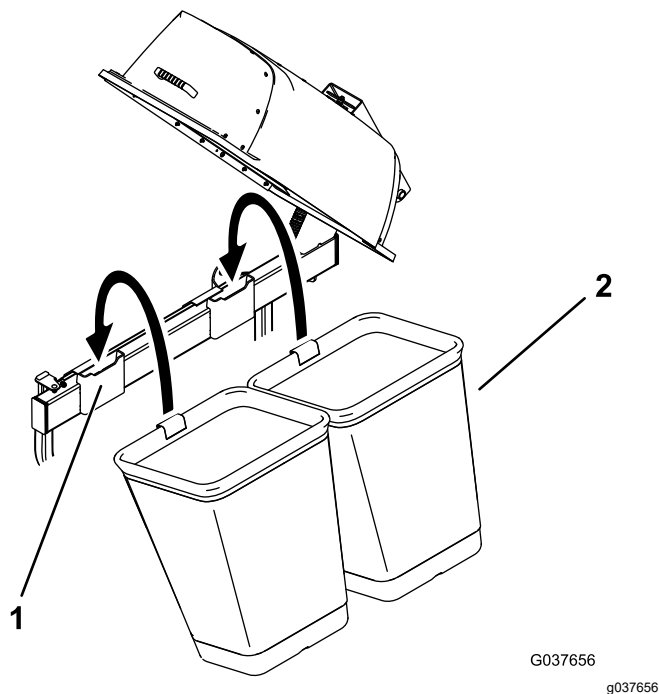

Figura 18
- Montate i cesti sui relativi supporti (**Figura 18**).